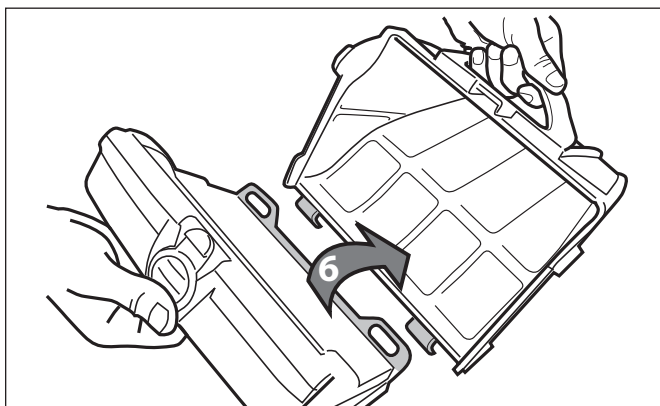

Figure 23. Retirer le filtre
8. Séparer le filtre de son support (6). (Voir la Figure 23.)